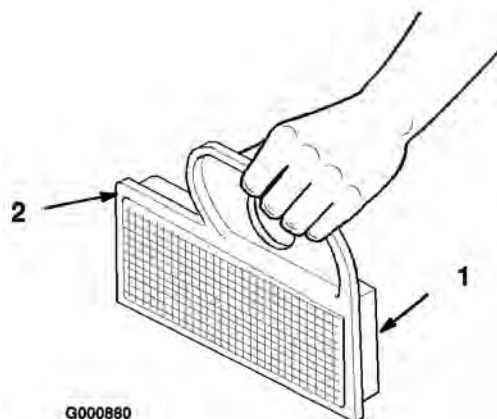

Figure 22
- A. Tapotez doucement l'élément sur une surface plane pour faire tomber la poussière et la saleté (Figure 22).